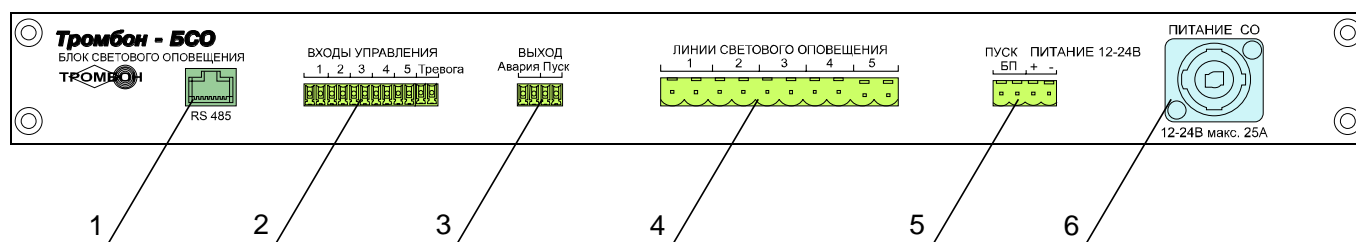

Рис. 2
6.1. Подключение к прибору управления «Тромбон – ПУ-ХХ» или автоматической установке пожарной сигнализации (АУПС). Для подключения используется клеммы «Тревога» разъема «ВХОДЫ УПРАВЛЕНИЯ» (рис. 2, поз. 2). Данные клеммы необходимо подключить к выходу «ПУСК» прибора управления или к релейному выходу АУПС. Полярность подключения значения не имеет. Схема подключения приведена в приложении 1.
6.2. Подключение выключателей светового оповещения «Тромбон – ВСО». Для подключения выключателей используются клеммы 1, 2, 3, 4, 5 разъема «ВХОДЫ УПРАВЛЕНИЯ» (рис. 2, поз. 2).